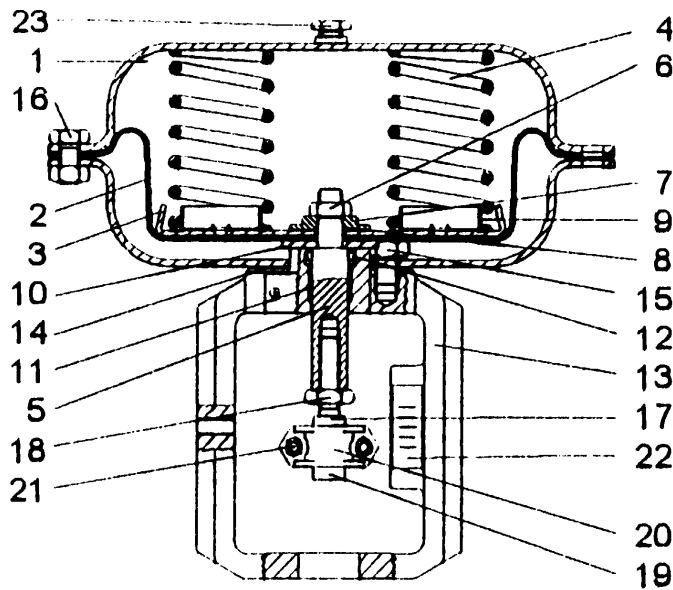

Fig. 1
2.1 Fijación del actuador a la válvula PN3000 (Ver fig. 1)